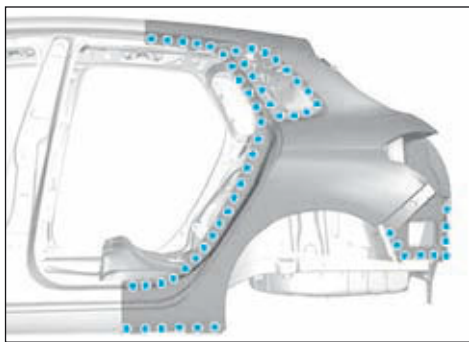
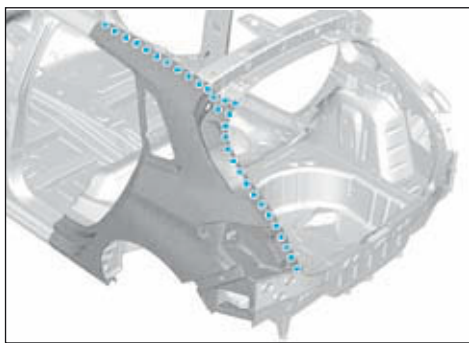

FIG.93
FIG.94
- points électriques (Fig.93) et (Fig.94).